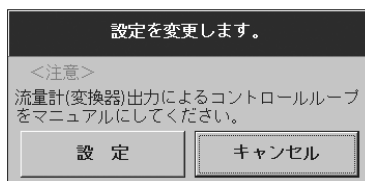

図36
- ④ 「設定」ボタンをクリックすると図36のようなメッセージボックスが現れます。